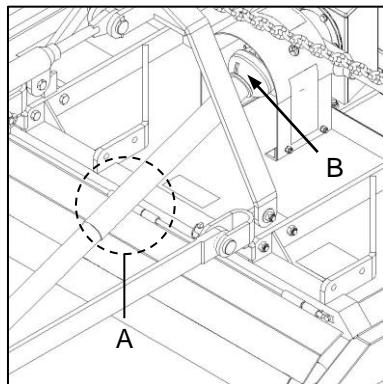

Fig. 2
- ✓ Following installation of the PTO shaft, lift the implement to an acceptable transporting height and ensure that there is no contact between the PTO driveshaft and the implement (Fig. 2-A).
- ✓ Ensure that universal joint operating angles are not exceeded and that over-compression or over-extension of the PTO driveshaft is avoided (Fig. 2-B).
- ✓ Na installering van die kragaftakkeras moet die implement tot 'n aanvaarbare vervoerhoogte gelig word, en maak seker dat daar geen kontak tussen die kragaftakkeras en die implement is nie (Fig. 2-A).
- ✓ Verseker dat kruiskoppelingwerkshoeke nie oorskry word nie en dat geen oorkompressie of oorverlenging van die kragaftakkeras plaasvind nie (Fig. 2-B).